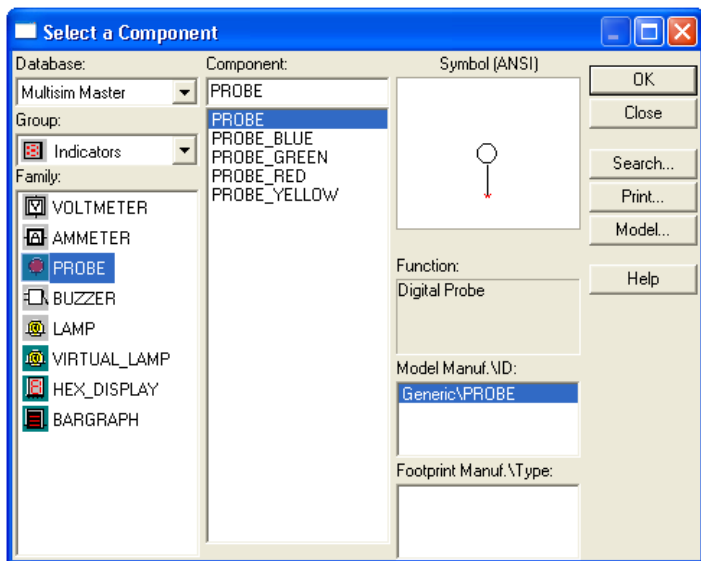

Рис. 19. Панель инструментов *Select a Component*
1. Нажать кнопку *Indicators* . Откроется панель *Select a Component*. (рис.19).